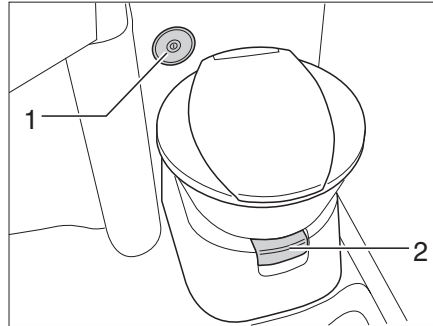
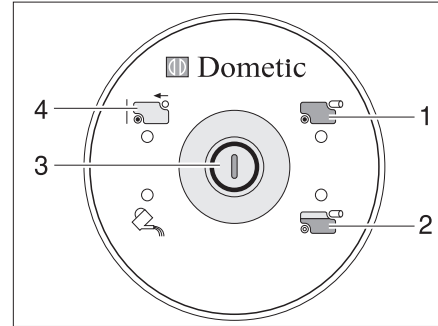

Fig. 247 Taza del inodoro con unidad de control y de mando
Fig. 248 Unidad de control y de mando del inodoro
Antes de utilizar el inodoro dejar que un poco de agua llegue a la taza del inodoro. Para esto, pulsar el botón del inodoro (Fig. 248,3) en la unidad de control y de mando (Fig. 247,2).
- Antes del lavado, abrir la corredera del inodoro. Para esto extraer la palanca de corredera (Fig. 247,1).
- Para lavar, pulsar el botón del inodoro (Fig. 248,3).
La luz de control (Fig. 248,2) se enciende cuando 3/4 del depósito de aguas fecales están llenos.
La luz de control (Fig. 248,1) se enciende cuando es necesario vaciar el depósito de aguas fecales.
- Abrir la corredera. Para esto extraer la palanca de corredera (Fig. 247,1).
- Hundir la palanca de corredera (Fig. 247,1). Se cierra la corredera. Para el vaciado **debe** estar cerrada la corredera del inodoro.
- Sacar el depósito de aguas fecales y vaciarlo como se describe en los apartados 11.8.4 y 11.8.5. En la unidad de control y de mando se enciende el visualizador "depósito de aguas fecales sacado" (Fig. 248,4).